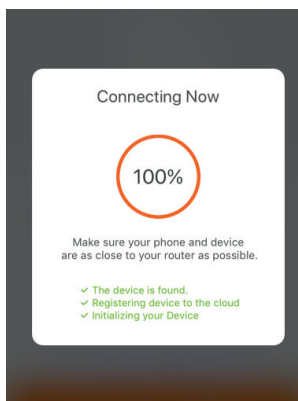

imagen 5
- D. Espere a que la aplicación se conecte con el dispositivo hasta que se conecte correctamente, como se muestra en la imagen 5.